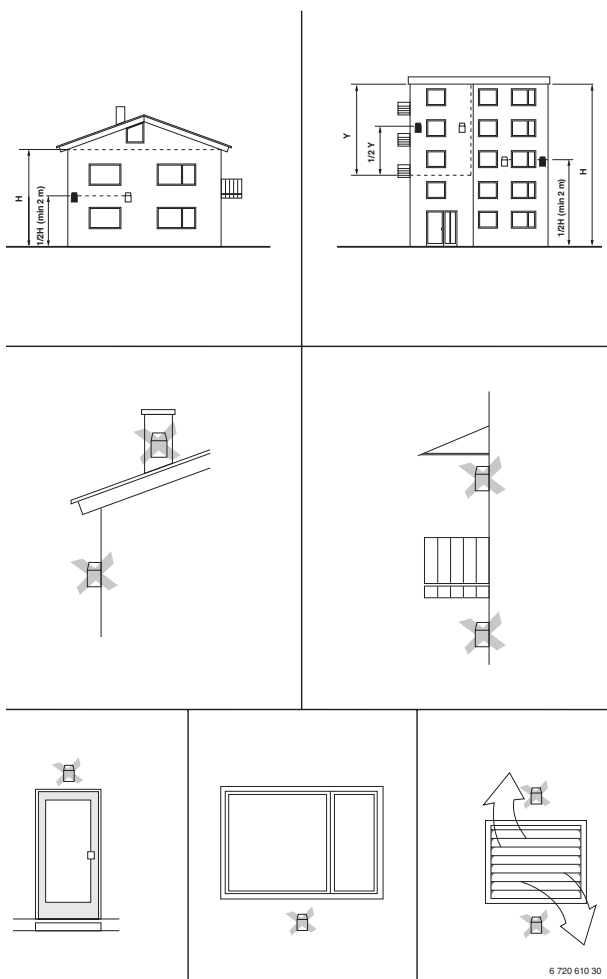

Рисунок 17
- Оптимальная высота (вертикальная) для монтажа – середина наружной стены отапливаемого здания или помещения (H, см. рис.17).
- Датчик не должен быть подвержен воздействию теплого воздуха (через окна, двери, от каминов) и прямых солнечных лучей и пр. (см. рис. 17).
- Не допустимо размещение датчика в нишах, на балконах, под навесом крыш (см. рис. 17).